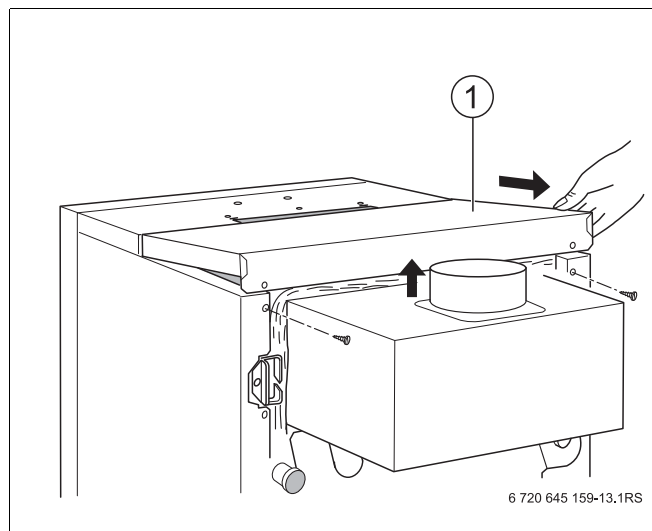

Рис. 13 Снятие крышки котла
- Выкрутить оба крепежных винта задней крышки котла (Рис. 13, поз. 1). Приподнять заднюю крышку и снять ее, подав назад (Рис. 13).